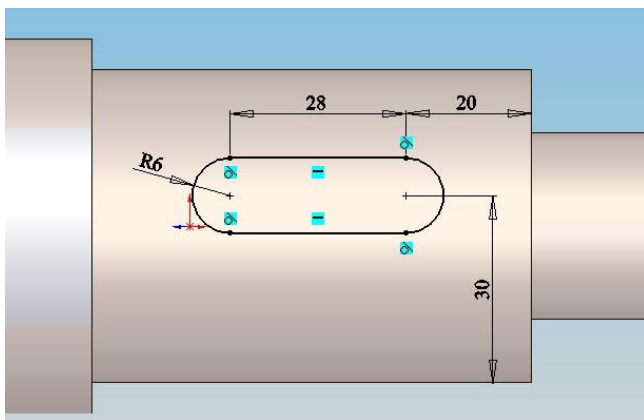

Рисунок 5.10. – Ескіз шпонкового паза
- Виділити дотичну площину, увійти в ескіз і побудувати ескіз шпонкового паза (рис. 5.10.). Вийти із ескізу;